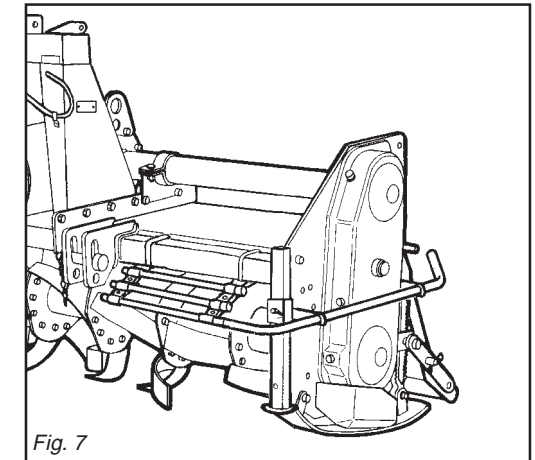

Fig. 7
- 5 - *Position the support foot as shown in the figure 7.*
- 5 - Den Stützfuß wie in Abb. 7 gezeigt anordnen.
- 5 - *Positionnez le pied d'appui (voir fig.7).*